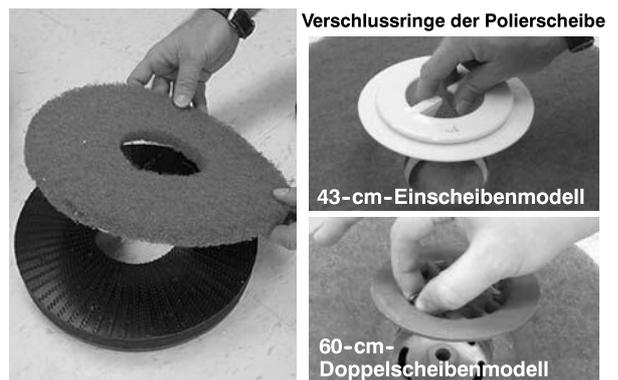

ABB. 7
3. Befestigen Sie die Polierscheibe am Polierscheibenantrieb, bevor Sie den Antrieb installieren. Achten Sie darauf, dass sich die Polierscheibe mittig zum Antrieb befindet (Abbildung 7). Die 43-cm-Einscheibenmodelle und die 60-cm-Doppelscheibenmodelle benötigen Verschlussringe, um die Polierscheibe an der richtigen Stelle zu halten.